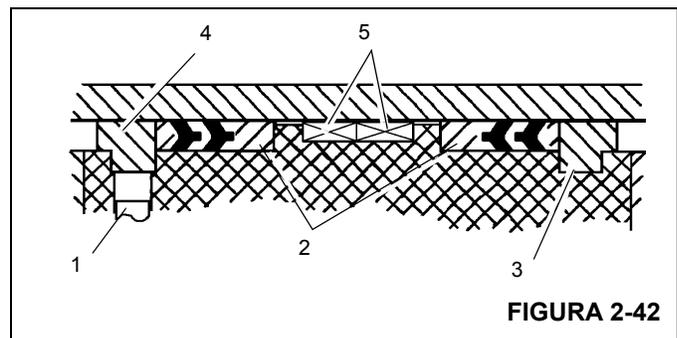

FIGURA 2-42
9. Instale los anillos de bloqueo de guía, los conjuntos de sello de hidrobloqueo Figura 2-42 y los anillos de desgaste en la parte exterior del émbolo.